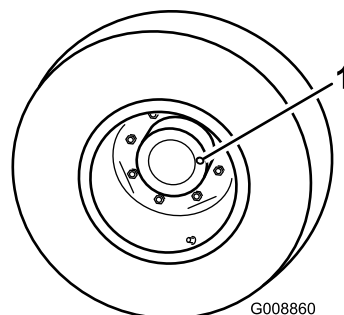

Рисунок 47
контрольная пробка (Рисунок 47) находилась в положении 12 часов, а вторая в положении 3 часа.
2. Снимите пробку, находящуюся в положении «3 часа» (Рисунок 47).